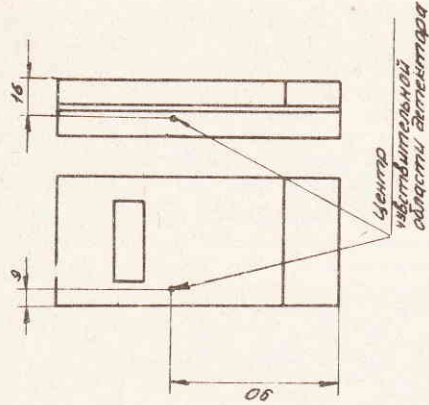

Рис. 2
9.5.3.2. Включите дозиметр. Выключите режим ПОИСК. Поместите дозиметр в поле излучения поверочной установки так, чтобы поток излучения был перпендикулярен лицевой поверхности дозиметра, а МЭД в центре чувствительной области детектора (смотри рис. 2) составляла 60 мкЗв/ч. Откройте коллиматор.